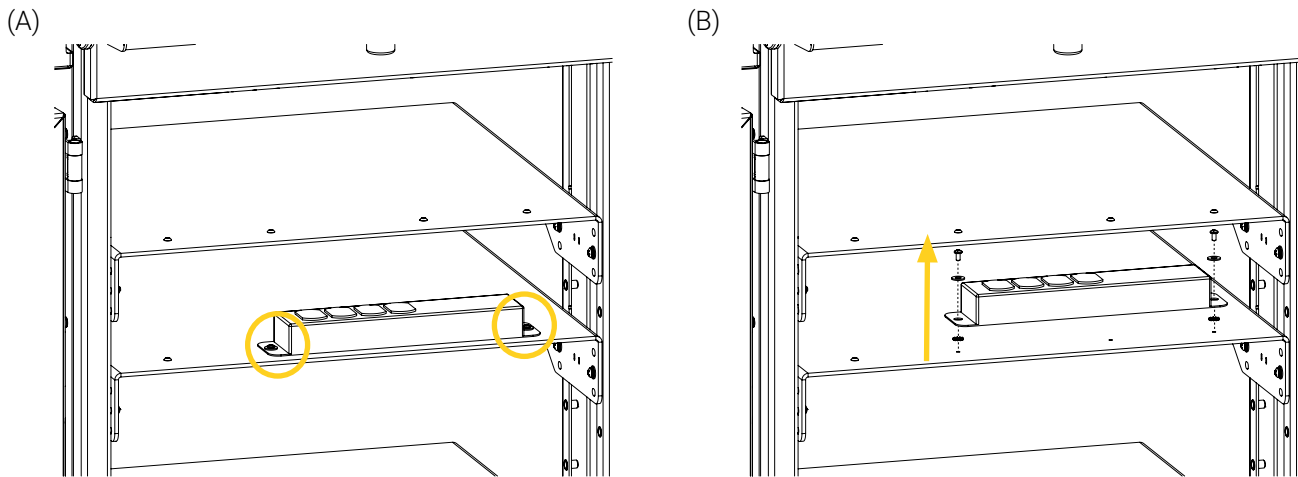

Figure 1: Retrait de la barre d'alimentation et de la visserie actuelle
1. Localiser et retirer la barre d'alimentation à l'aide d'un tournevis Phillips #2 (Figure 1), puis mettre la barre de côté temporairement. La visserie ne sera **pas** réutilisée. Consulter vos protocoles internes établies et les lois environnementales applicables dans votre juridiction pour disposer de la pièce conformément.